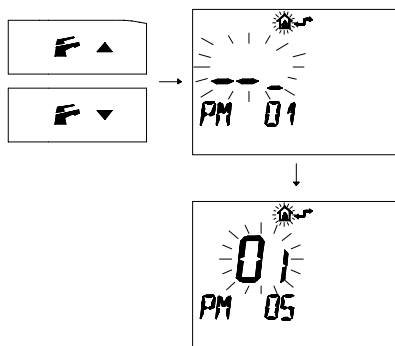

Figura 8.12
- Premere i pulsanti e e e per visualizzare la programmazione "PM05" Tipo gas primo livello (Figura 8.12).